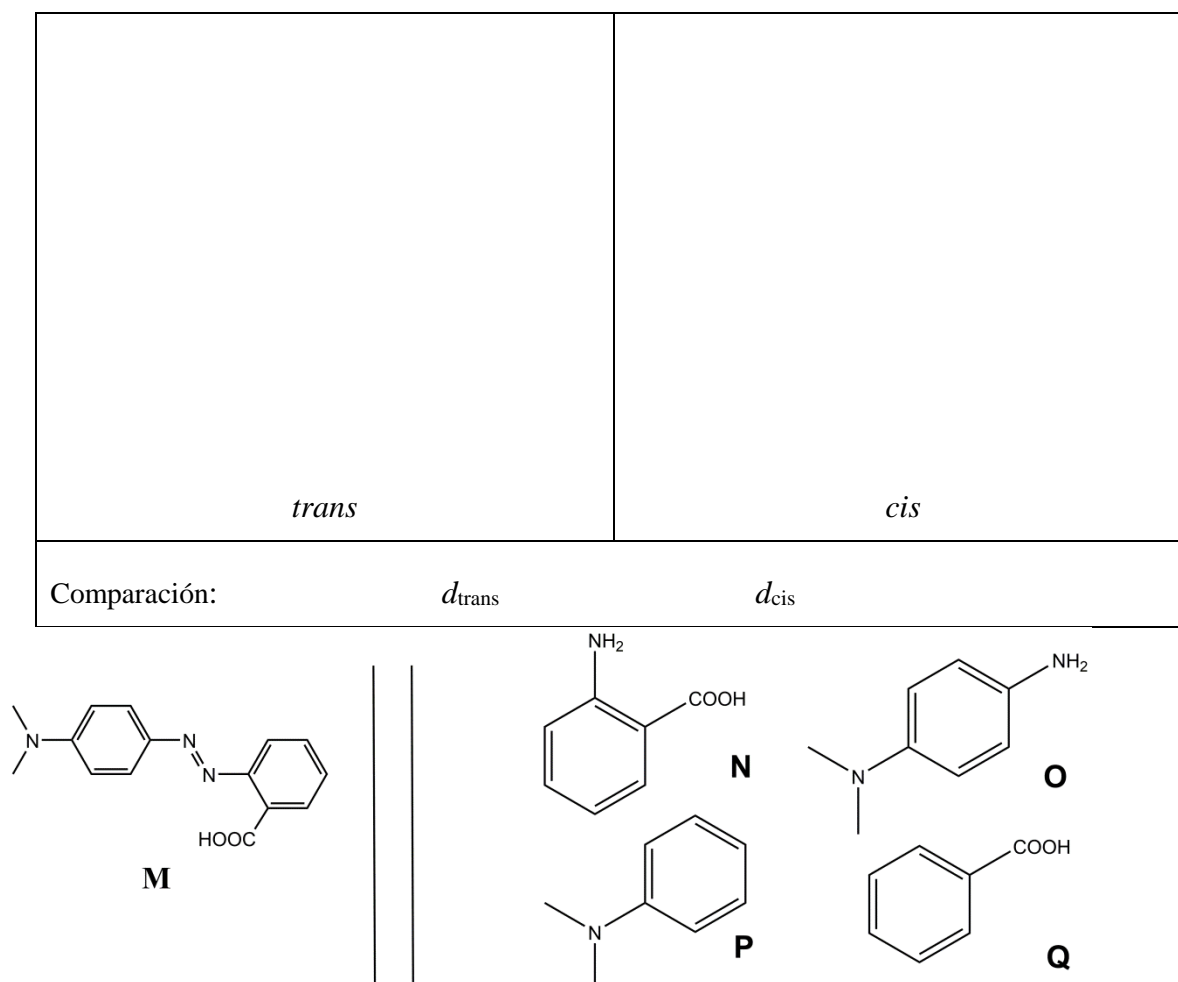

Fig. 1 – Posibles reactivos para la síntesis de **M**.
2. **M** puede ser sintetizado en dos pasos a partir de reactivos simples (Fig. 1). **Seleccione** entre los reactivos sugeridos (**N** a **Q**) aquellos que resultan en una gran regioselectividad para **M**. El nitrito de sodio ($NaNO_2$) en una solución fría de ácido clorhídrico es utilizado como un reactivo en el primer paso de la síntesis.